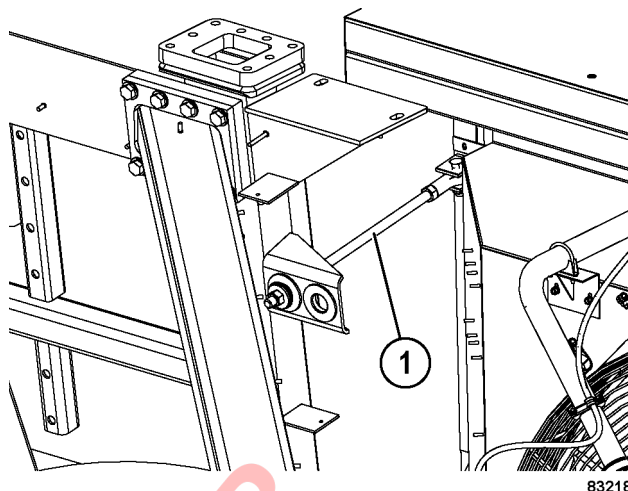

FIGURA 2-7. BARRA DE SOPORTE SUPERIOR DEL RADIADOR
19. Retire la barra de soporte superior del radiador (1, Figura 2-7) en cada lado.